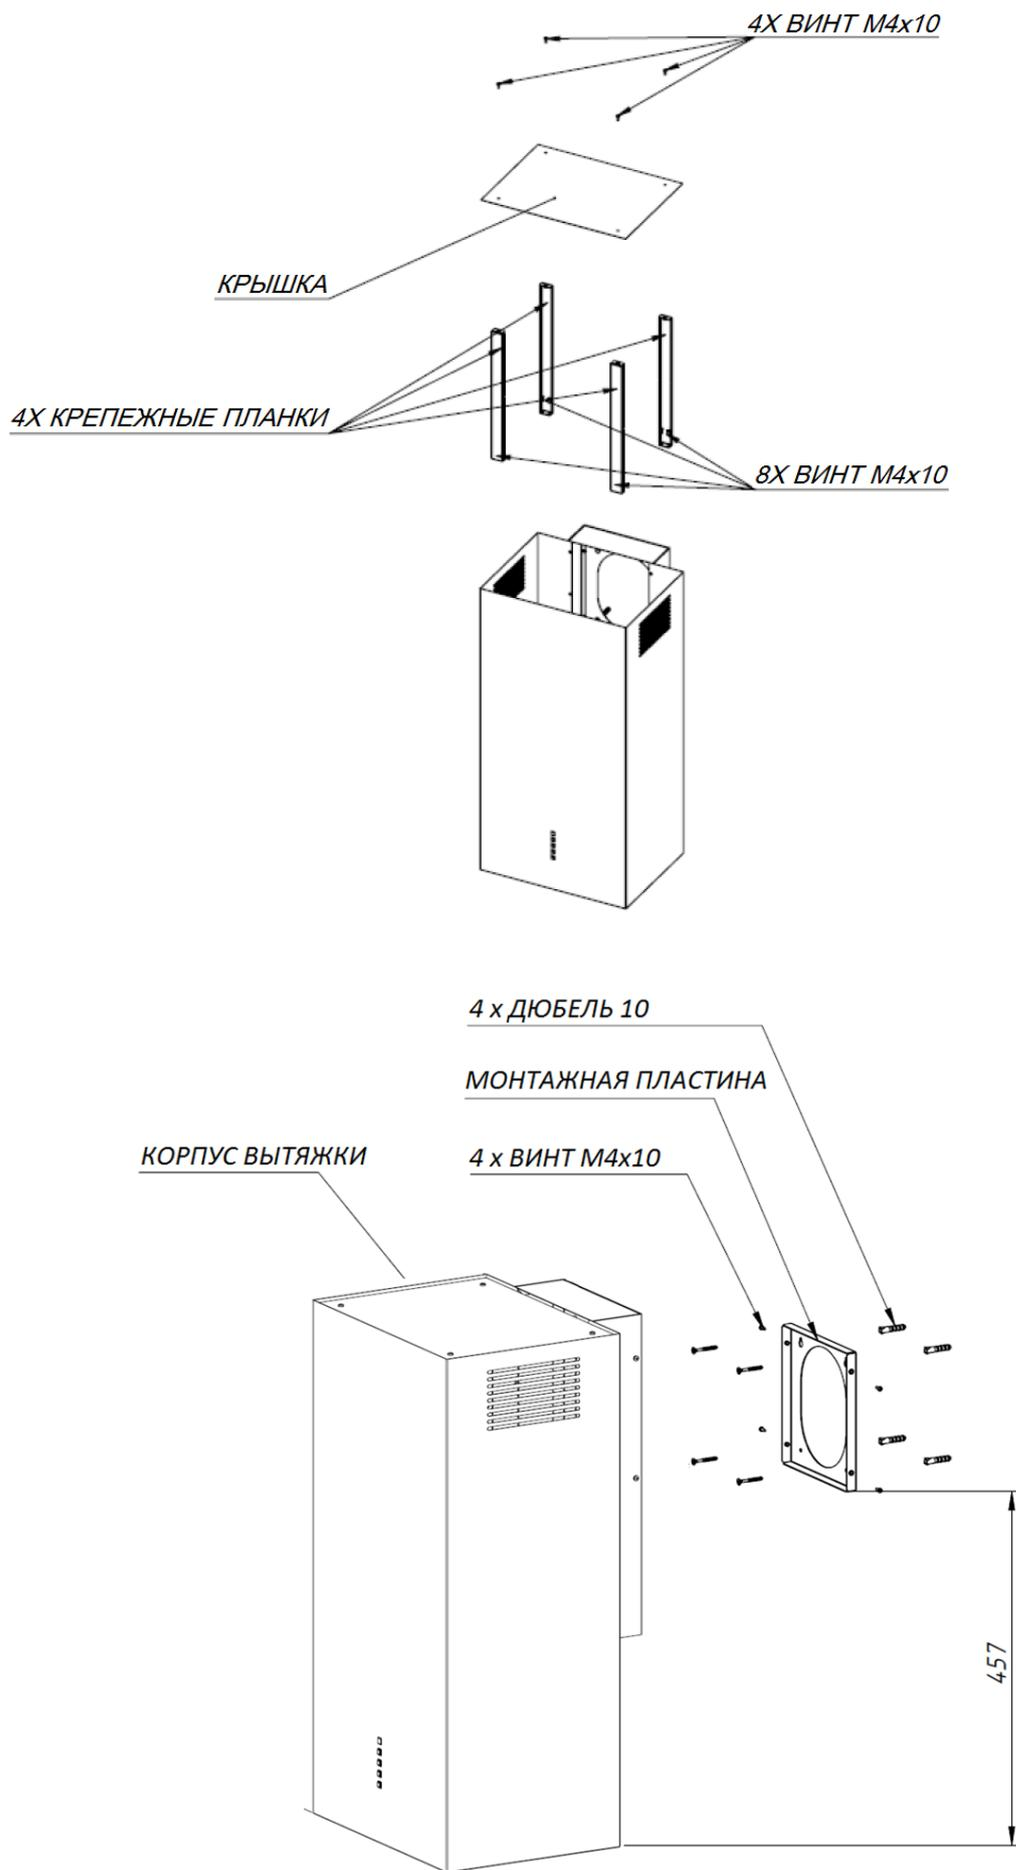

Рис. 1
КОМПЛЕКТУЮЩИЕ ДЛЯ СБОРКИ (рис. 1)
- Измерьте расстояние 457 мм от нижнего края корпуса вытяжки вверх (рис. 1).
- Приложите монтажную пластину к нижнему краю измеренного расстояния (рис. 1).
- Отметьте расстояние между монтажными отверстиями на монтажной пластине на стене - 4 шт. (рис.1).
- Поместите корпус вытяжки на монтажную пластину, прикрепленную к стене, и привинтите ее сбоку 4 винтами M4x10 (рис. 1)